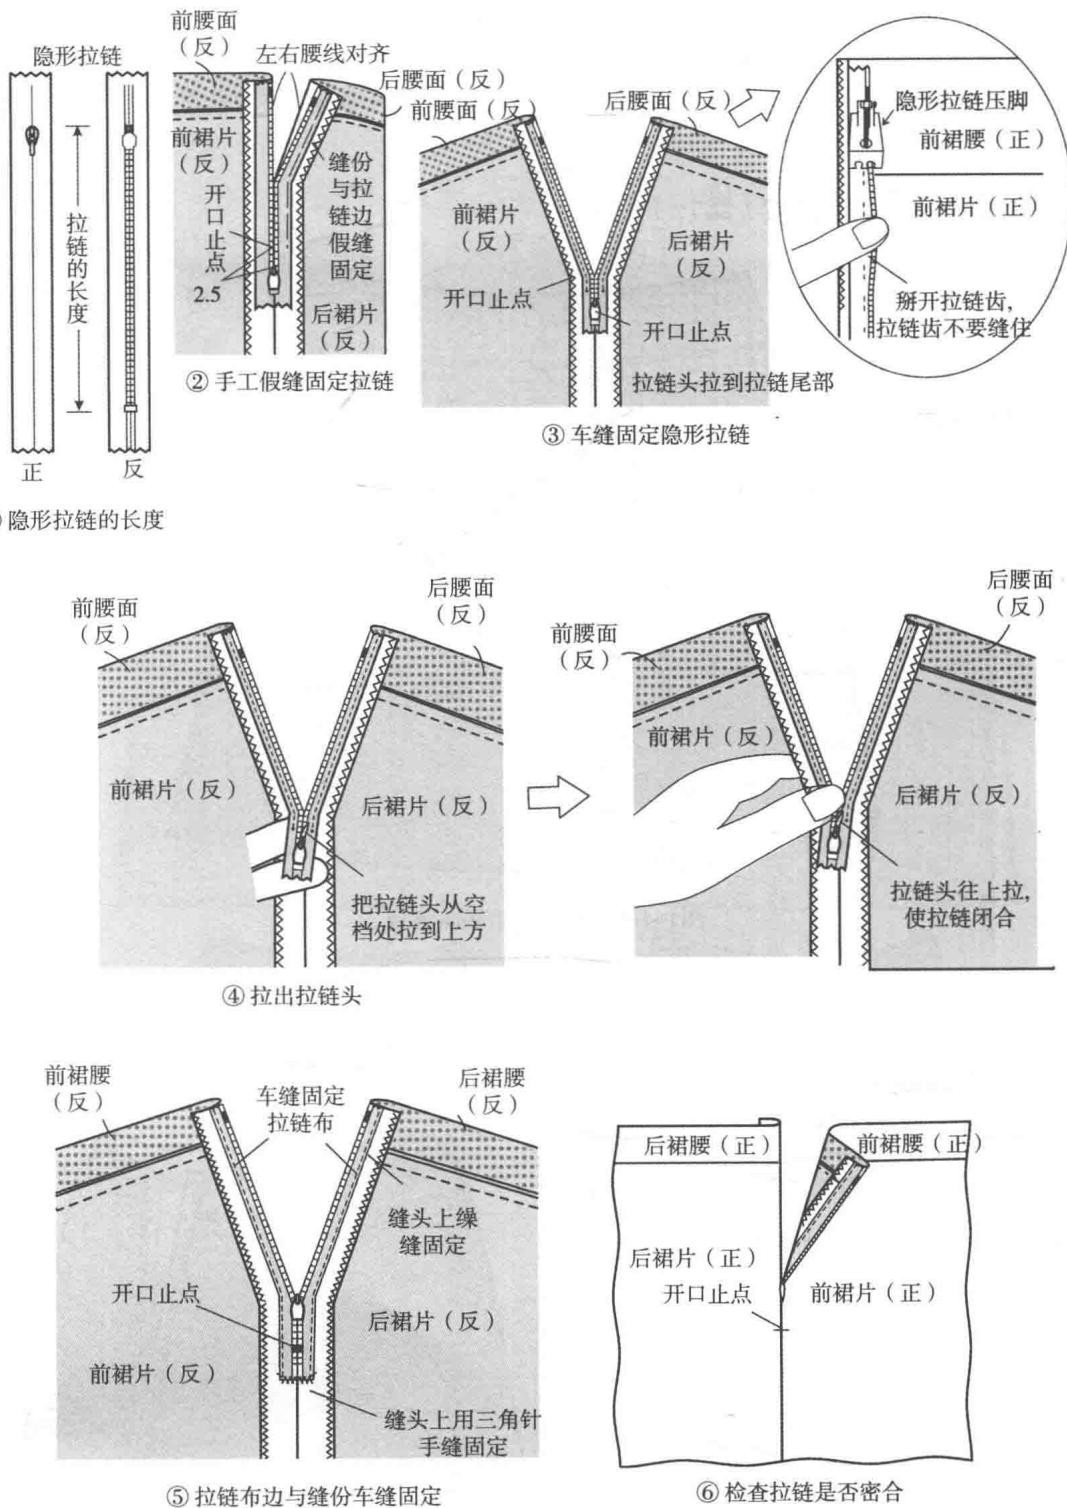

图1-1-10 缉隐形拉链
(1) 确定隐形拉链的长度：拉链的长度要比开口长出2.5~3cm，以便拉链装好后能将拉链头拉到正面（图1-1-10 ①）。
(2) 手工假缝固定拉链布边：将裙片反面朝上，正面的拉链齿与侧缝线对准，拉链尾部的拉链头留出2.5cm左右与裙片开口对齐，把拉链头拉到拉链尾部后，再将缝份与拉链布边手工假缝固定。注意检查前、后片对位记号线是否对准，左右片是否平服（图1-1-10 ②）。
(3) 车缝固定隐形拉链：把拉链头拉到拉链的尾部，换用隐形拉链压脚，车缝固定拉链。车缝时要用手掰开拉链齿，不要将拉链齿缝住（图1-1-10 ③）。
(4) 拉出拉链头：左右片拉链缝住后，将拉链头从尾部的空档处拉出；并将拉链头往上拉，使拉链闭合（图1-1-10 ④）。
(5) 拉链两侧的布边与缝份车缝固定，拉链下端的布边用三角针手缝固定（图1-1-10 ⑤）。
(6) 拉链装好后正面完成图：要求完成后拉链密合，裙片平服且腰口对齐（图1-1-10 ⑥）。